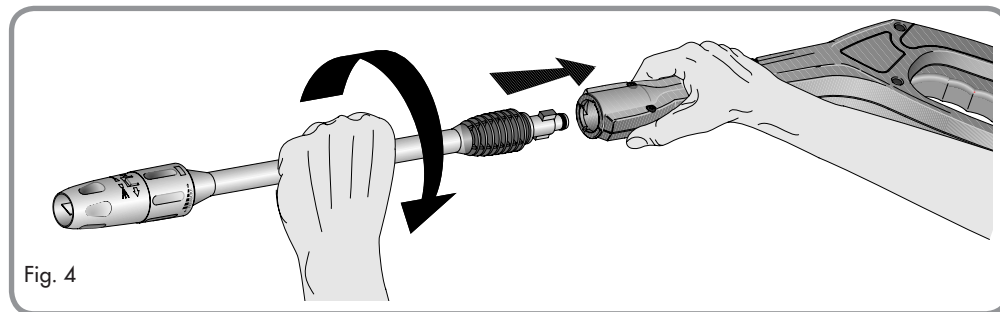

Fig. 4
6. Insert the required wand into the gun's quick connect coupling by pushing firmly and twisting wand ¼ of a turn to lock into place. (Fig. 4)
6. Insérer la lance désirée dans le raccord rapide du pistolet en poussant fermement et en tournant la lance d'un quart de tour pour la fixer en place. (Fig. 4)